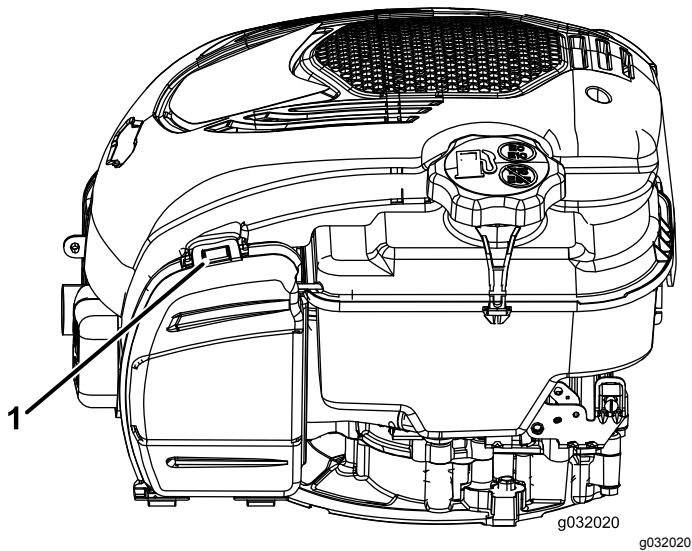

Figura 25
- 1. Tire de la pestaña para abrir la tapa del filtro de aire (Figura 25).